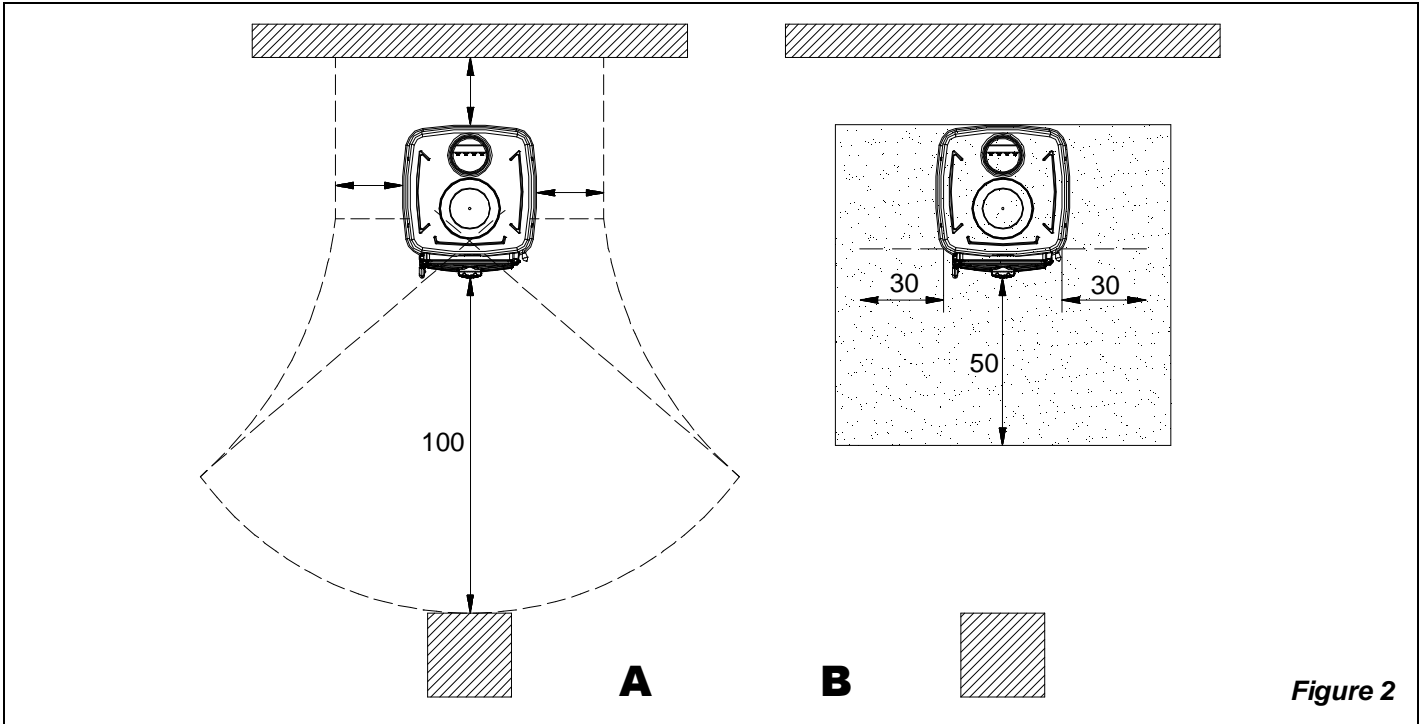

Figure 2
- pour assurer une isolation thermique suffisante, respecter la distance minimale de sécurité entre le poêle et les éléments de construction et objets inflammables et sensibles à la chaleur (meubles, revêtements en bois, tissus, etc.) (voir Figure 2). **Toutes les distances minimales de sécurité sont indiquées dans l'étiquette du produit et on ne doit pas descendre au-dessous des valeurs indiquées.**
- c) si le produit est installée sur un sol de matériau inflammable, prévoir une base ignifuge. **Les sols composés par matériaux inflammables**, comme moquette, parquet ou liège etc., **doivent être remplacés** pas une couche de matériel pas inflammable, par exemple céramique, pierre, vitre ou acier etc.. (dimensions selon les dispositions régionales). La plaque de sol doit dépasser d'au moins **50 cm** à l'arrière, de **30 cm** sur les côtés et d'au moins 50 cm frontalement (voir Figure 2 **B**).